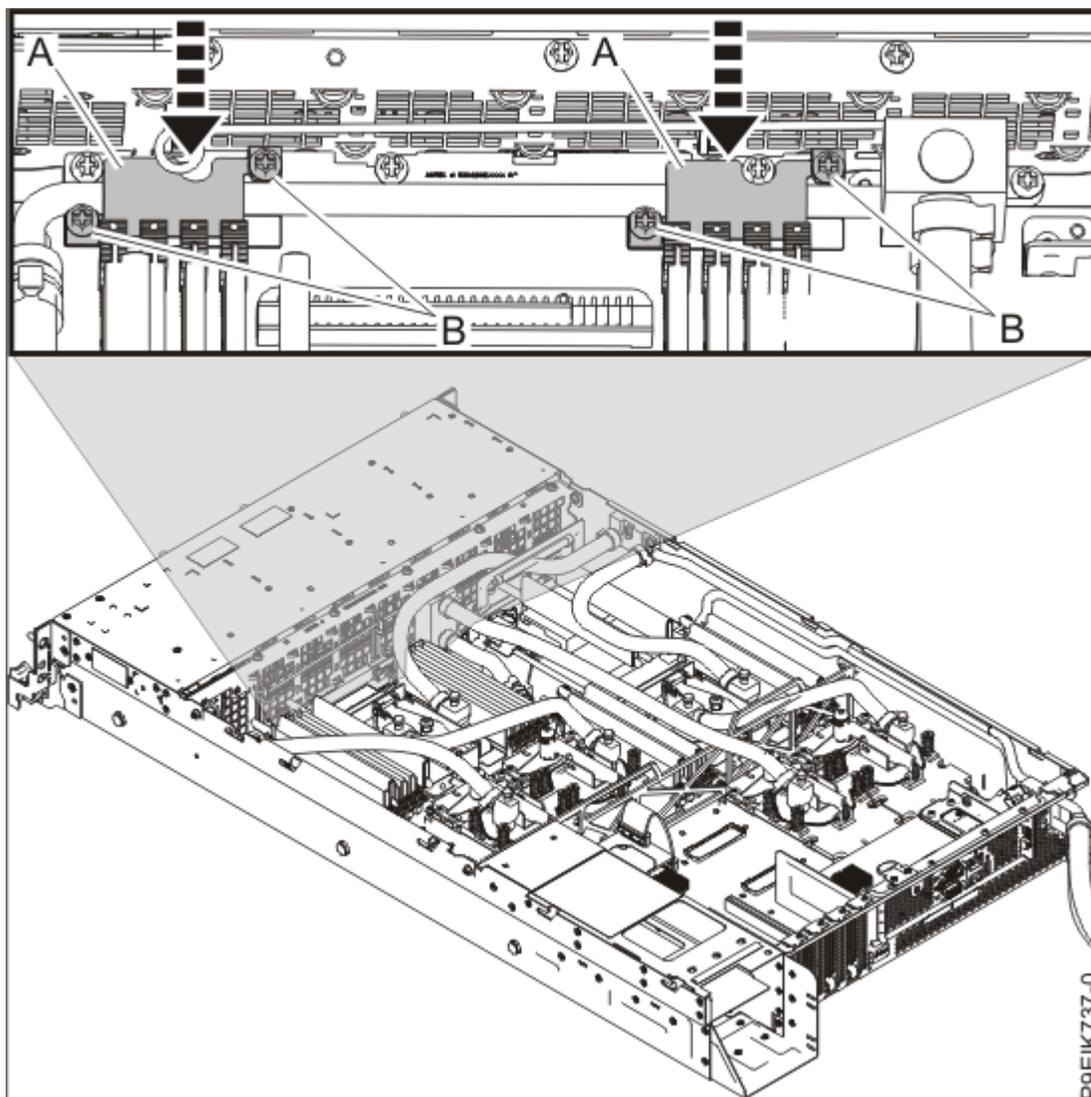

図 57. 前面パイプ・ホルダーの再取り付け
10. システムの前面近くにある2つのパイプ・ホルダー **(A)** を再取り付けします (59 ページの図 57 を参照)。パイプをシステム・バックプレーンのサポート内に配置し、サポートとパイプの上にホルダーをかぶせ、ねじ山を **(B)** に合わせて、4本のねじを締めます。